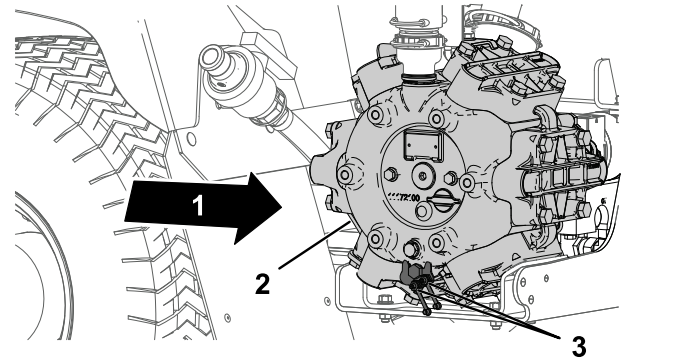

Figura 62
- Pulite con un panno i 2 raccordi di ingrassaggio remoto (Figura 62).
- Punto d'ingrassaggio (2)
- Pompate del grasso nel raccordo di ingrassaggio remoto (Figura 62).